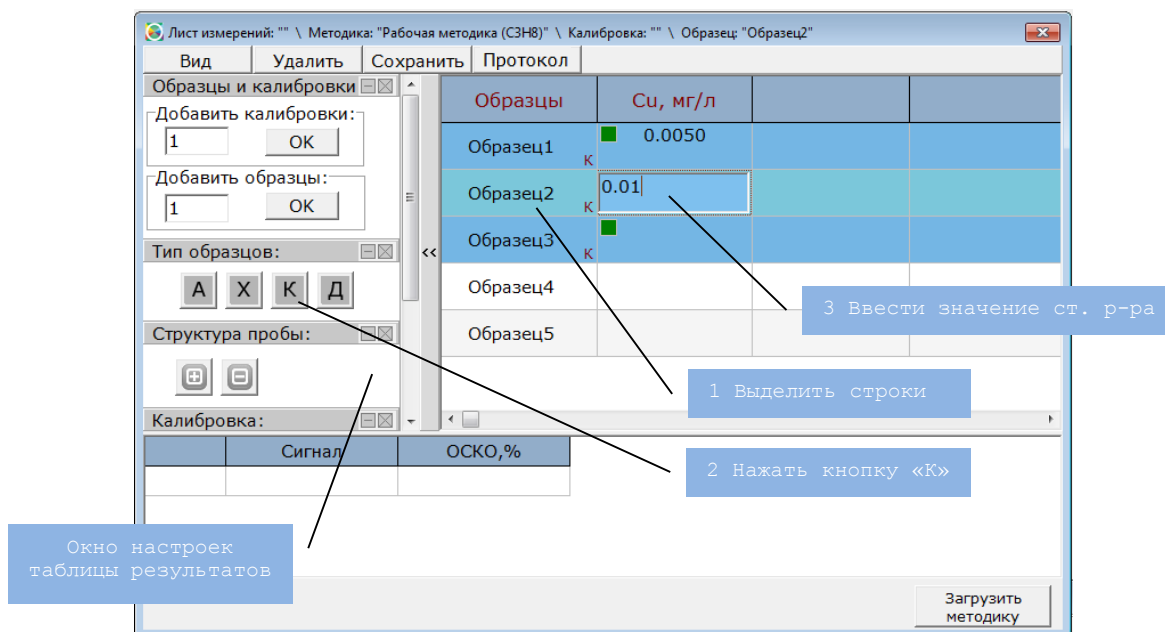
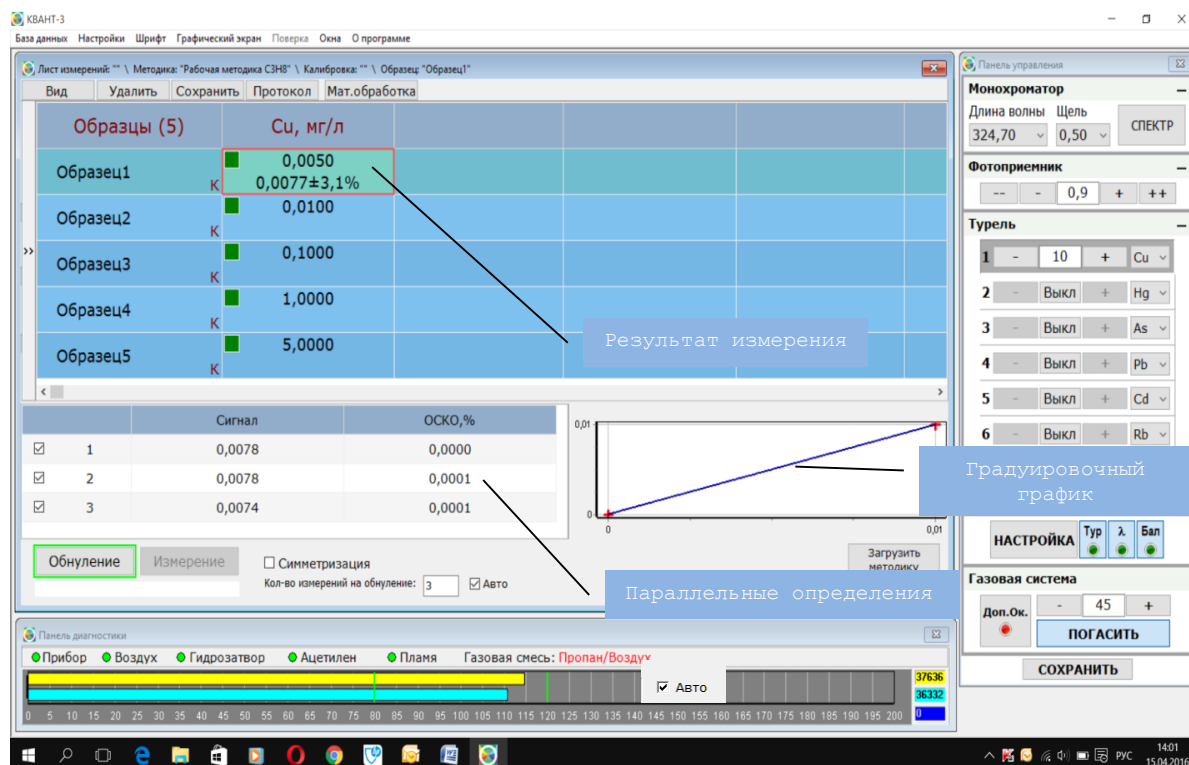

Рис. 21 Подготовка таблицы результатов к проведению калибровки
Рис. 22 Процесс построения калибровки
5. Ввести значения концентраций в нужные ячейки (подвести курсор к ячейке, дважды нажать левую кнопку мыши, ввести числовое значение) Результат проделанных операций представлен на рис. 21, рис. 22.